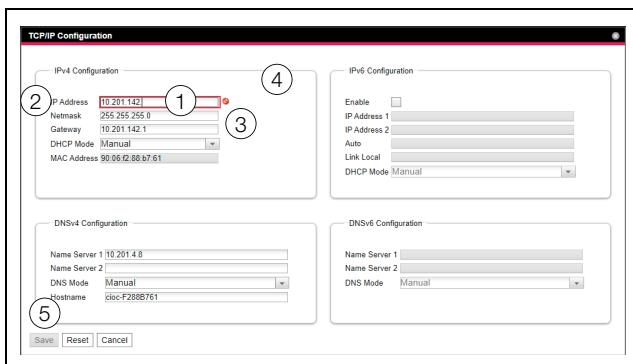

Abb. 132: Anzeige einer fehlerhaften Eingabe
- Hinter dem fehlerhaften Eintrag (Abb. 132, Pos. 2) im Feld **Netmask** (Abb. 132, Pos. 1) erscheint ein rotes „Verbotsymbol“ (Abb. 132, Pos. 3).
- Wenn Sie den Mauszeiger über das Verbotszeichen setzen, erscheint ein Hinweis mit Zusatzinformationen zum Fehler (Abb. 132, Pos. 4).
- Die Schaltfläche **Save** ist deaktiviert (Abb. 132, Pos. 5), so dass die aktuell hinterlegten Werte so nicht abgespeichert werden können.